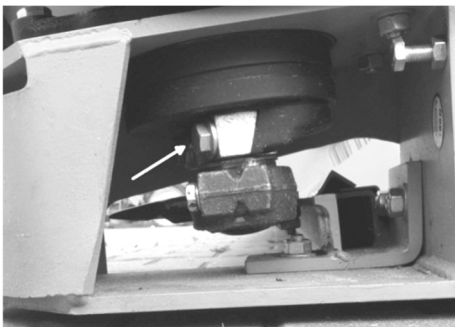

Abb. 45
- Messerantriebskopf schmieren (Abb. 45)
- Die Verschluss­schrauben (V) der Haube entfernen und den linken Seitenschutz (P) öffnen. (Abb. 45)